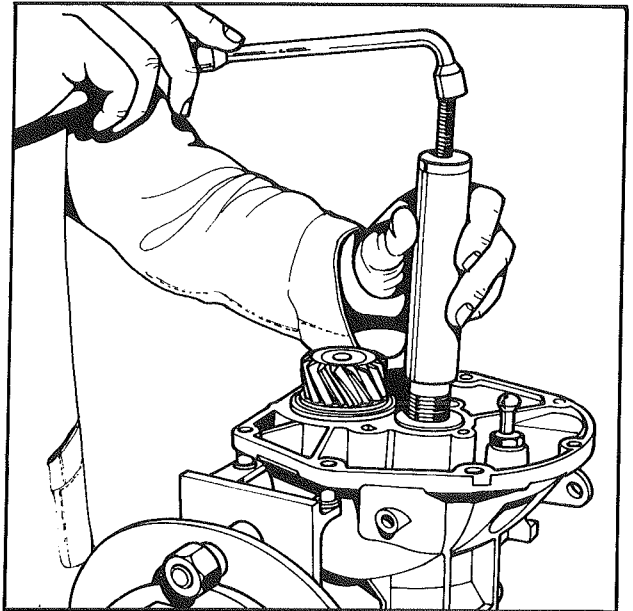

Fig. 1
- Visser l'extracteur réf. PD 21819 L dans le joint puis visser l'écrou en bout de l'outil pour l'extraire (fig. 1).